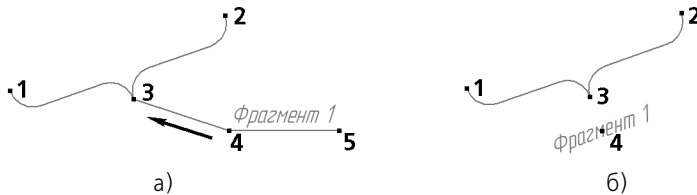

Рис. 43.21. Преобразование текста на полке в надпись:
- Смена варианта размещения текста осуществляется перемещением точки **т4** (рис. 43.21).